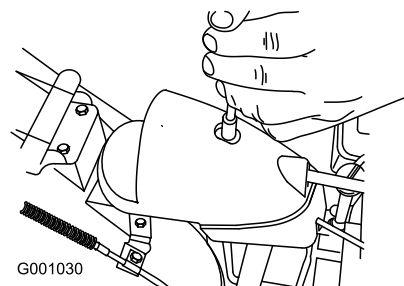

Bild 47
- Nehmen Sie die Befestigung an der Getriebeabdeckung ab (Bild 47), heben Sie die Abdeckung vorne hoch und schieben Sie sie nach hinten.